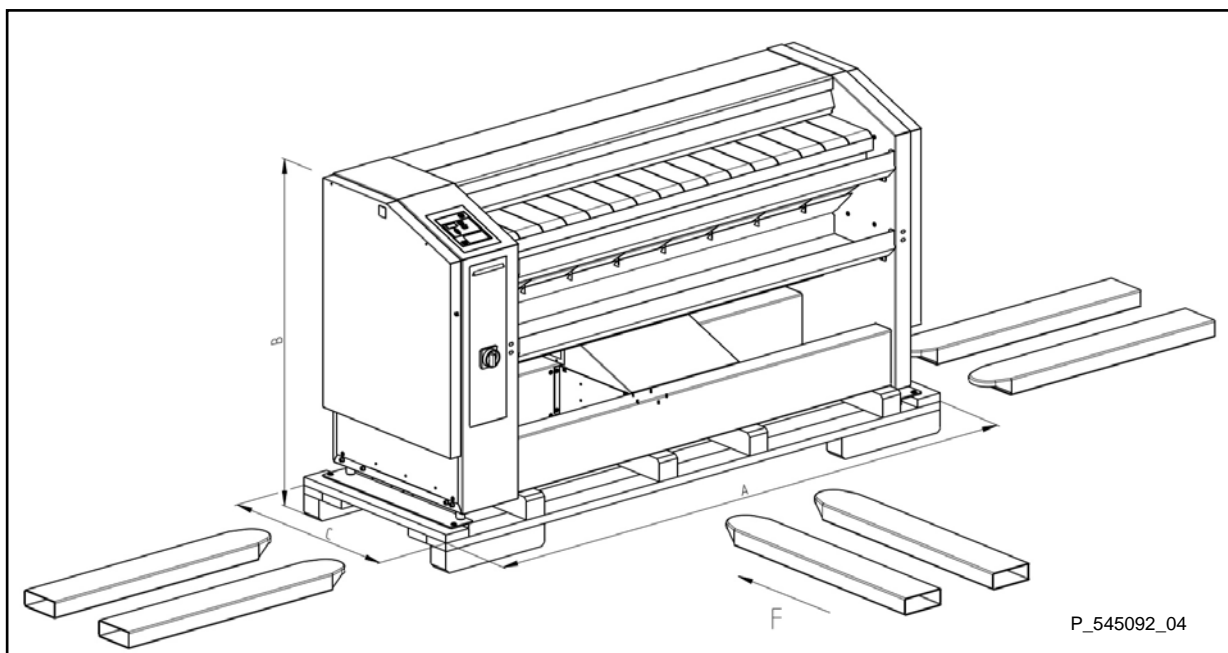

Figura 3.2.1.
- In caso del carico della macchina dal lato frontale (F), inserire le forche nella parte centrale del pallet, figura 3.2.1.